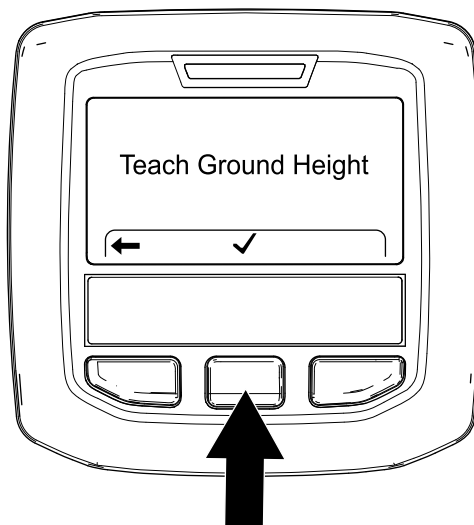

Figura 66
4. En la pantalla Teach Ground Height (Enseñar altura con respecto al suelo) (Figura 66), pulse el botón central del InfoCenter.